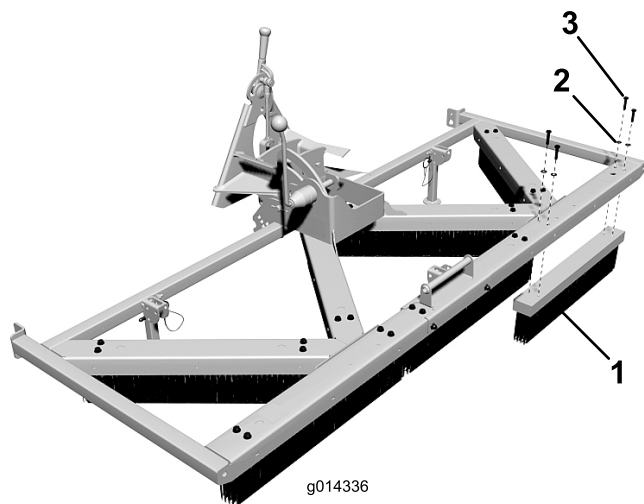

図 5
1. ターフ・グルーマ・アセンブリの下側に、ブラシを 7 個取り付け； 5/16 x 1-1/2 inch ボルトとワッシャ（各4）を使用する。各ブラシは 図 5 のように組み付ける。